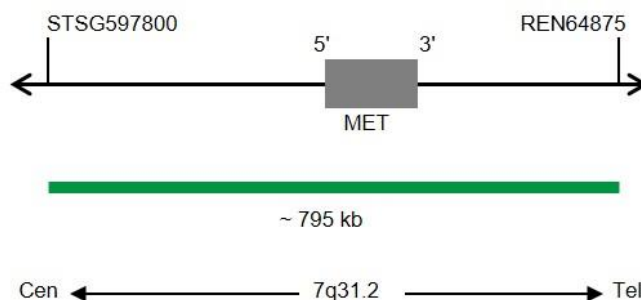

Fig. 1 : Carte de la sonde SPEC MET (pas à l'échelle)
- Polynucléotides marqués au ZyGreen (excitation 503 nm/émission 528 nm) (~10.0 ng/ μ l), qui ciblent une séquence de 7q31.2* (chr7:115,925,700-116,718,699) hébergeant la région du gène MET (voir figure 1).